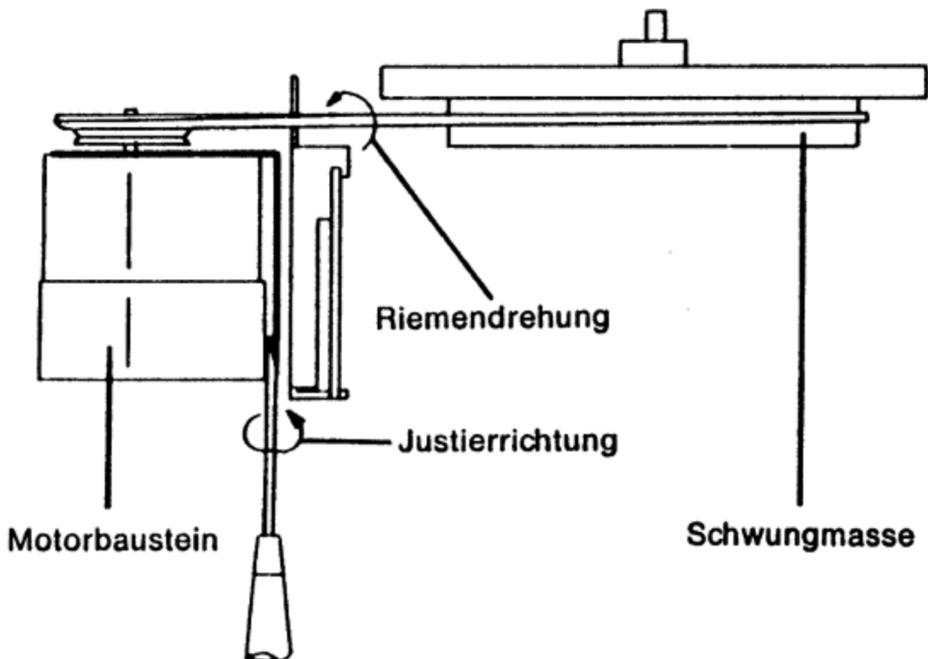

Abb. 14
- Zusätzlich ist darauf zu achten, daß der Riemen auf der Schwungmasse um ¼ Umdrehung nach oben, zur größeren Schwungmasse verdreht, läuft (Abb. 14).